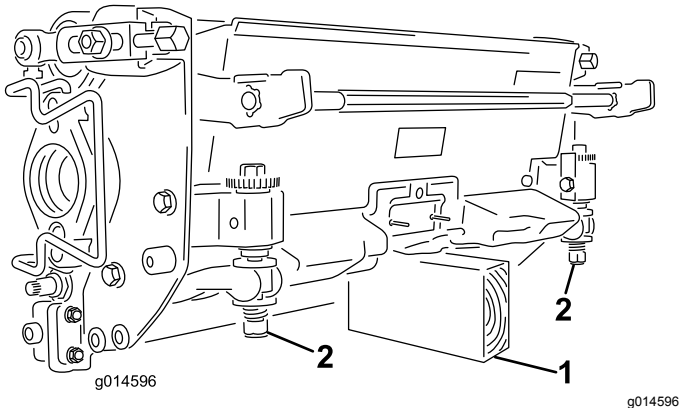

图50
**重要事项** 当您需要翻转滚刀组时应支撑住滚刀组的后部确保底刀架调节螺丝后端的螺母不会接触工作表面 图 50。